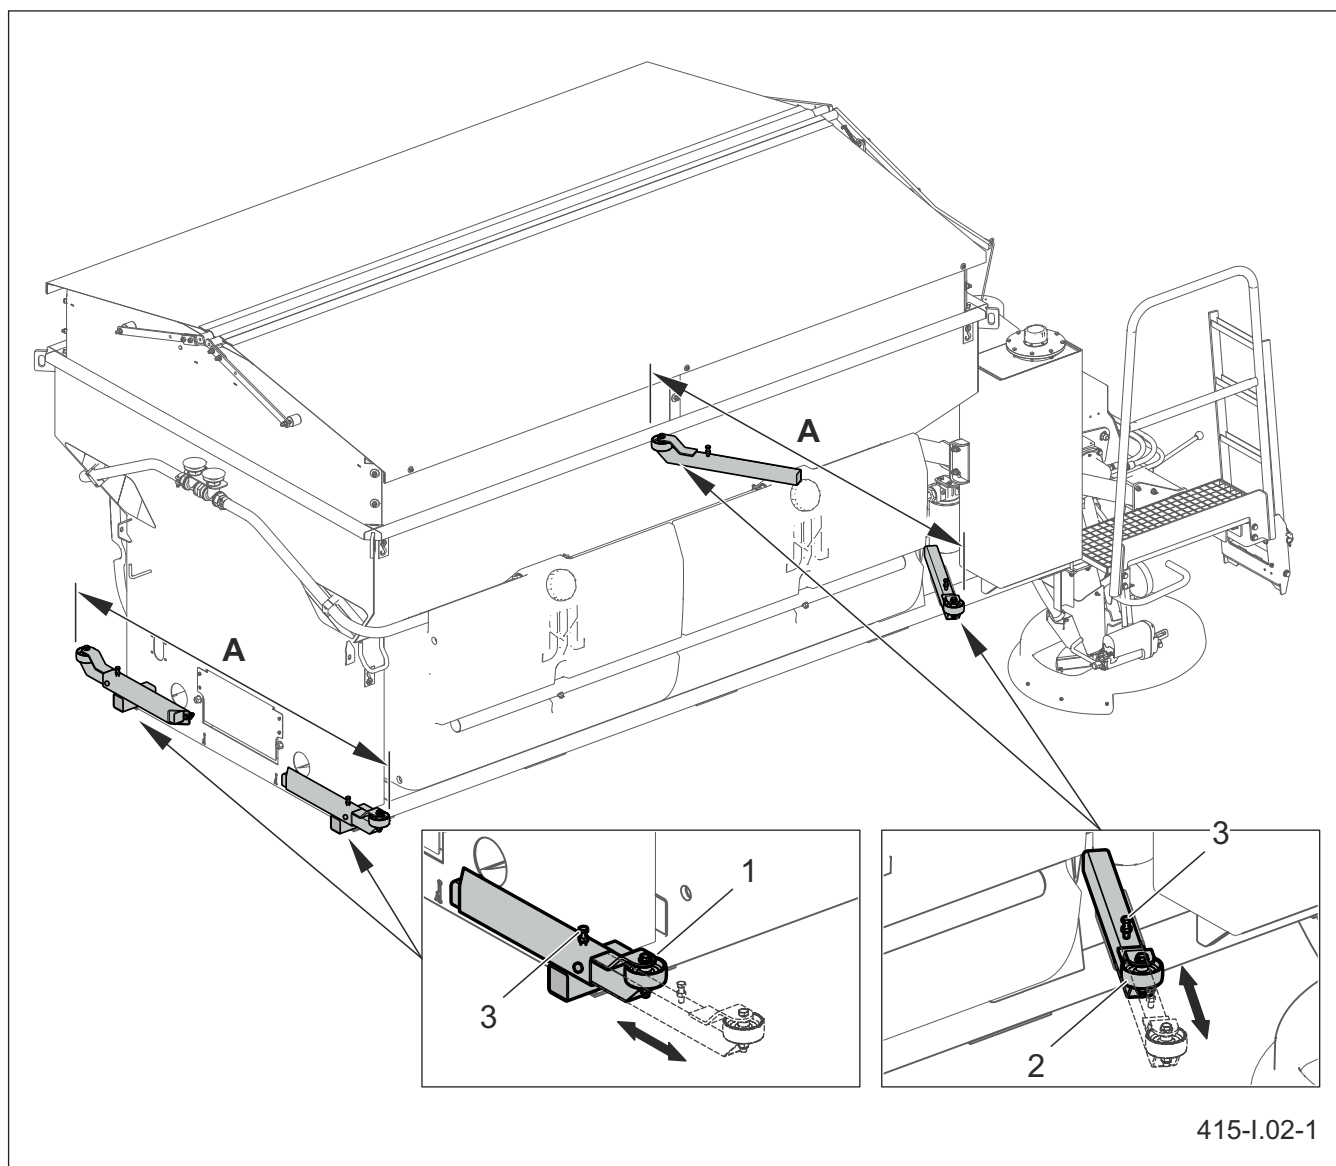

Рисунок 5.2 Направляющие
Направляющие (РИСУНОК 5.2) используются в транспортных средствах, имеющих прочные боковые борта грузовой платформы.
(1) передняя направляющая (2) задняя направляющая (3) прижимной болт
(РИСУНОК 5.2) и ограничители, прикрепленные снизу к балке рамы в задней части машины. Передние (1) и задние (2) направляющие необходимо установить так, чтобы размер (A) был несколько меньше внутренней ширины грузовой платформы транспортного средства.